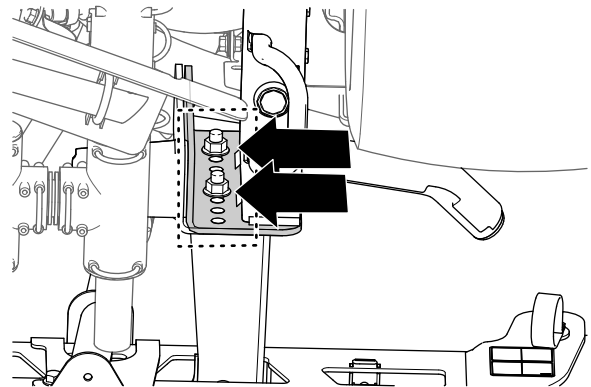

Figura 44
- Utilice un trozo de cinta para marcar los orificios donde los 4 pernos con arandela prensada ($\frac{1}{2}$ " x $1\frac{1}{4}$ ") y las 4 tuercas con arandela prensada ($\frac{1}{2}$ ") sujetan los soportes de la sección de fumigación central a la placa de montaje de la máquina (Figura 44).